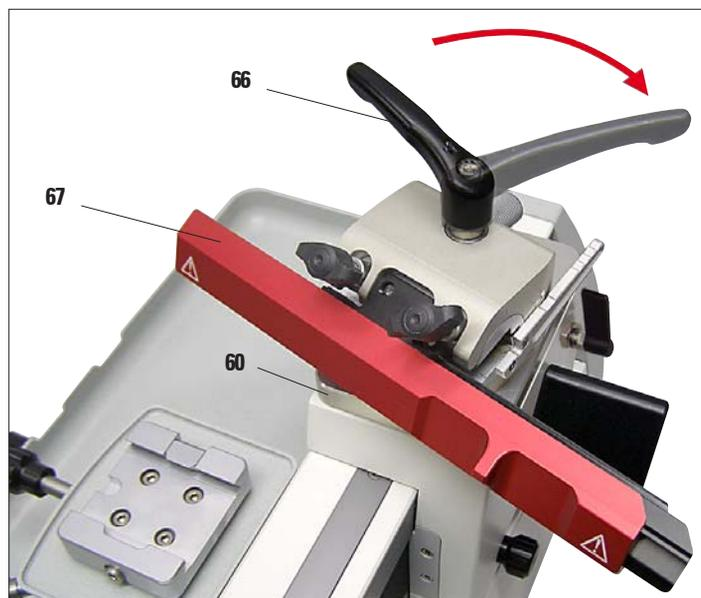

Figura 12
- Continuare a ruotare la leva di bloccaggio (66) in senso orario fino a quando il portalama non è serrato bene (figura 12).
La leva di bloccaggio (66) è dotata di un'impugnatura in materiale plastico che può essere ruotata nella posizione più comoda in quel momento necessaria. Tirare a tale scopo l'impugnatura verso l'alto e ruotarla nella posizione desiderata (figura 12). Rilasciandola essa si aggancia automaticamente.